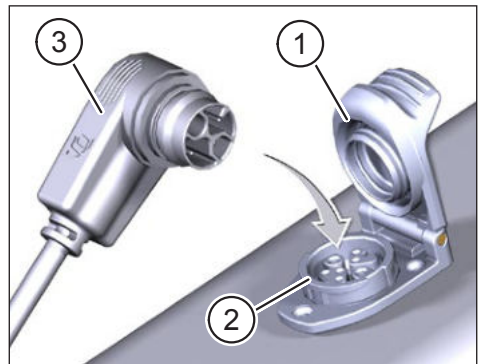

Abb. 1: Battery laden
- ▶ Klappen Sie die Abdeckung (Pos. 1 in Abb. 1) am Ladeport (Pos. 2 in Abb. 1) im Fahrradrahmen auf.
- ▶ Richten Sie den Ladestecker (Pos. 3 in Abb. 1) des Ladegeräts oder des Range Extenders so aus, dass die Steckerkodierungen von Ladestecker und Ladeport übereinstimmen (siehe Abb. 1).
- ▶ Stecken Sie den Ladestecker (Pos. 3 in Abb. 1) des Ladegeräts oder des Range Extenders in den Ladeport.